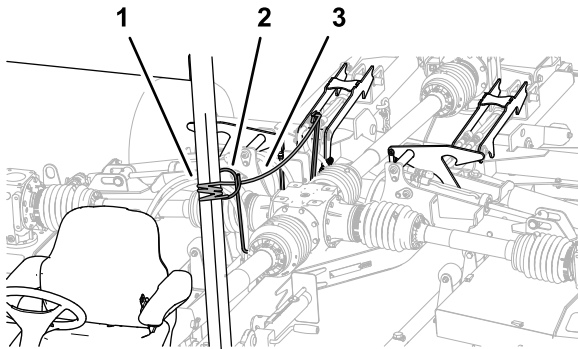

Figura 38
3. Puxe e segure a corda de bloqueio da plataforma (Figura 38).